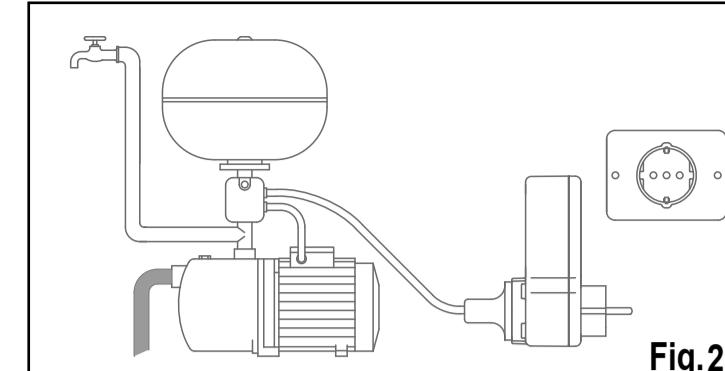

Fig. 2a
- Inserire la spina del cavo di alimentazione del motore della pompa nell'apparecchio (Fig.2a).
- Insert the power supply plug of the pump motor into the device (Figure 2a).
- Insérer la fiche du câble d'alimentation du moteur de la pompe dans l'appareil (Fig.2a).
- Den Stecker des Netzkabels des Pumpenmotors an das Gerät anschließen (Abb. 2a).